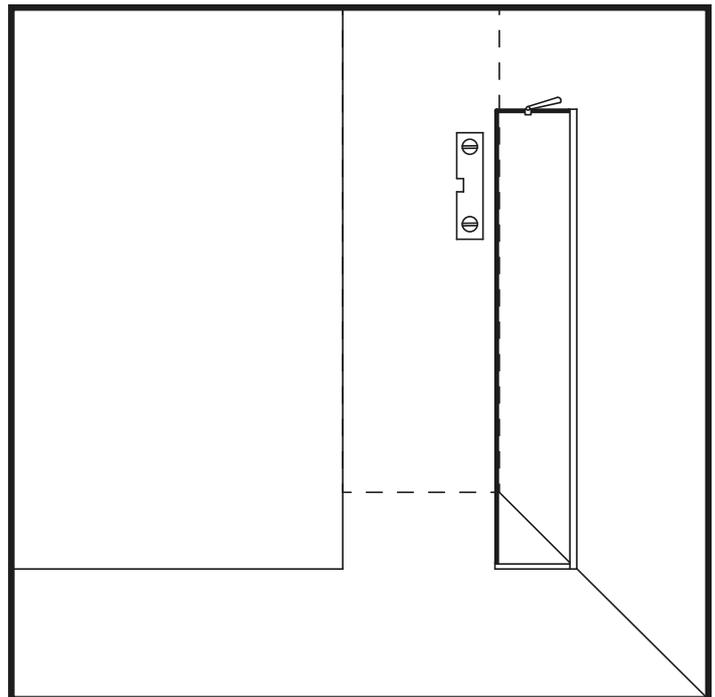
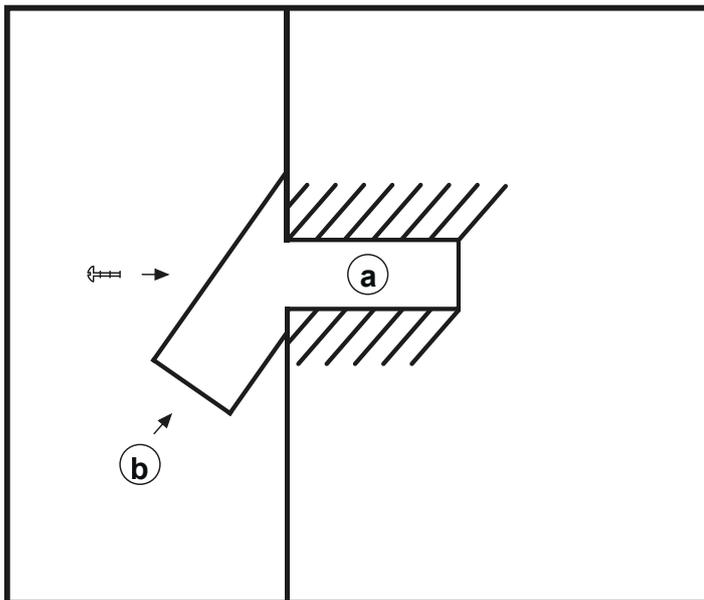
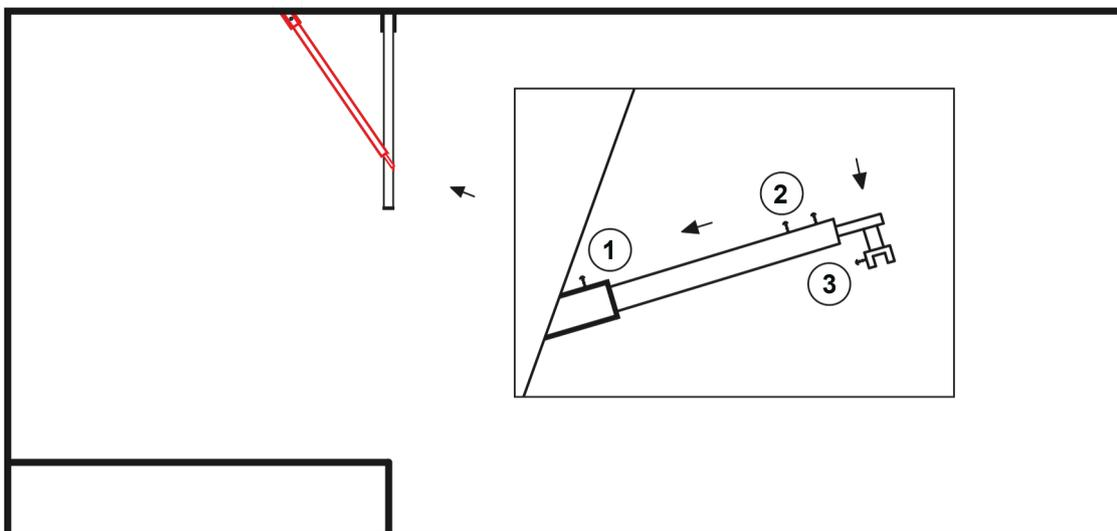

Abbildung 8
Abbildung 9
Abbildung 10
19. Starten Sie die Montage des Teleskoprohrs mit der Wand in einem Winkel von 45 Grad. Da das Teleskoprohr verstellbar ist, wählen Sie die Montageposition nach Ihren Wünschen, wir empfehlen jedoch die Montage eher in Richtung der äußeren Ecke des Glases. (Abbildung 8)
21. Montieren Sie zwischen der Teleskoprohrhalterung (3) (dem Teil, das am Glas und der U-Leiste befestigt ist) die mit dem Rohr gelieferten Dichtungen, damit das Glas nicht mit dem Metall in Berührung kommt. (Abbildung 10)
23. Markieren Sie an der Wand (Abbildung 8) die Stelle, an der das Befestigungsloch (a) (Abbildung 9) gebohrt werden muss, und entfernen Sie das Teleskoprohr.
24. An der markierten Stelle ein Loch für den Dübel (a) bohren, das Loch von Staub befreien und den Dübel einsetzen. (Abbildung 9)
25. Lösen Sie die Schraube (1) am Teleskoprohr (Abbildung 10) und entfernen Sie das Wandteil (b) (Abbildung 9).
26. Setzen Sie das Teil (b) in das zuvor an der Wand gebohrte Loch (a) ein und befestigen Sie es mit einer Schraube. (Abbildung 9)
27. Nehmen Sie das Teleskoprohr und installieren Sie es vorsichtig in der Wandhalterung (b) (Abbildung 9) und stützen Sie das andere Ende (3) (Abbildung 10) an der geplanten Stelle auf dem Glas ab.
49. Ziehen Sie die Schraube (1) fest und befestigen Sie sie. **ACHTUNG!** Der Befestigungspunkt muss nach oben zeigen! (Abbildung 10)
50. Befestigen Sie die Teleskophalterung (3) mit einer Schraube am Glas. **ACHTUNG!** Wichtig ist, dass Sie vorher zwischen Teil (3) die im Bausatz enthaltenen Dichtungen eingebaut haben! Metallteile dürfen nicht mit Glas in Berührung kommen, da dies zum Bruch des Glases führen kann.
51. Richten Sie das Glas mit einer Wasserwaage aus und befestigen Sie das Teleskoprohr mit den Schrauben (2) mit Ausrichtung nach oben.